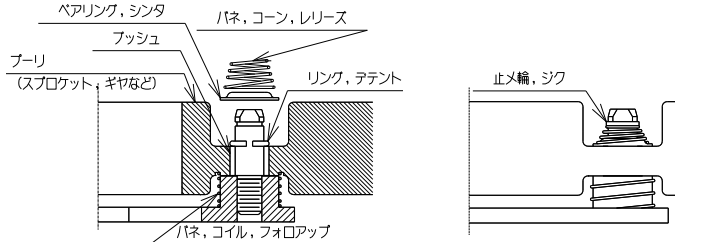

図6
- ・ピン,ドライブにリング,デテントを図の位置まで挿入してください。(図6)
- ・ピン,ドライブにリング,バネウケ、その上にバネ,コーン,レリーズを入れてください。(図6)